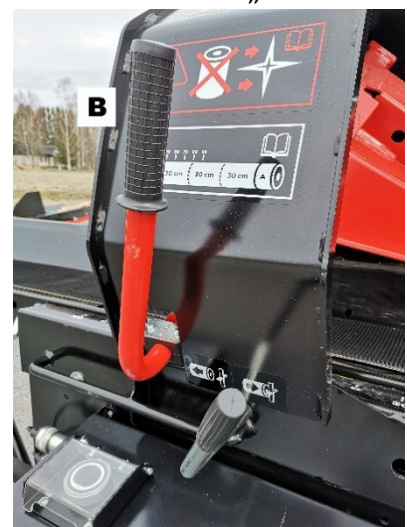

Abbildung 22
- ❑ Die hydraulische Stammklemme A, Abb. 22, ist eine einfach zu bedienende Vorrichtung, die eine Bewegung des Stammes während des Sägens unterbindet.